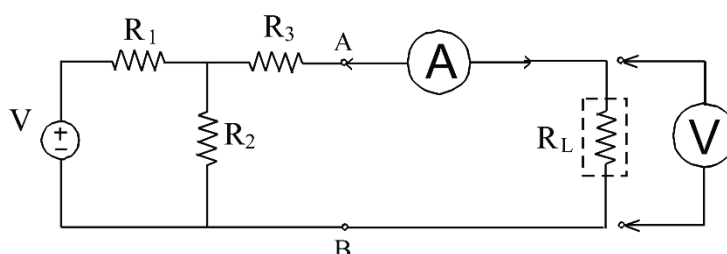

Figura 4.- Medida de la tensión y corriente en la resistencia de carga.
A continuación, montamos el circuito de la figura 4 donde hemos incluido la resistencia de carga  $R_L$  y un amperímetro, con el que mediremos la corriente que circula por  $R_3$  y  $R_L$ . Con el voltímetro podemos medir la diferencia de potencial entre los bornes de la resistencia de carga.
Montamos el circuito de la figura 5 y comprobamos que la corriente que circula por el amperímetro  $I_L$  y la diferencia de potencial entre los extremos de  $R_L$  son los mismos que habíamos obtenido en el montaje de la figura 4. Si es así, se puede asegurar que ambos circuitos son equivalentes.
- Indica los valores y errores de las medidas de  $I_L$  y  $V_L$  (obtenidos según figura 4). Resolver el sistema (3) con vuestros datos para calcular los valores teóricos de estas dos magnitudes y compáralos con los valores experimentales (no es necesario calcular el error de los valores teóricos)
- Hacer una tabla comparativa entre los valores experimentales de  $I_L$  y  $V_L$  medidos con el circuito completo (montaje de la figura 4) y los obtenidos a partir del circuito equivalente de Thévenin (montaje de la figura 5). Comentar las posibles diferencias, si las hubiera.